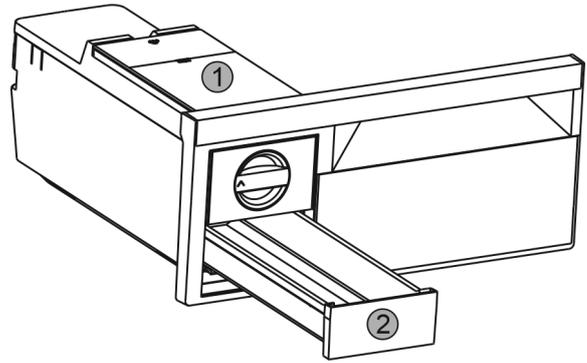

Fig. 81
- ▶ Wassertank Fig. 81 (1) und Eiskwürfel-Schubfach Fig. 81 (2) entnehmen.